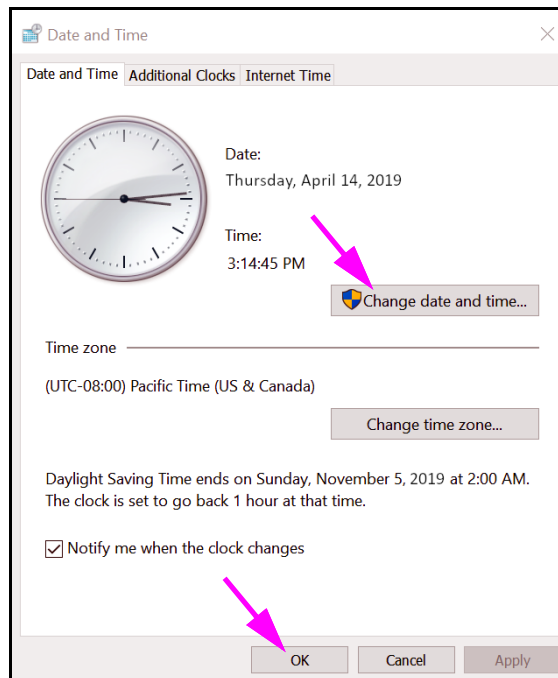

Figure 2-34. Boîte de dialogue Date and Time Properties (Propriétés de dates et d'heures)
1. Cliquez sur **Control Panel > Date and Time (Panneau de configuration > Date et heure)**. La boîte de dialogue Date and Time (Date et heure). Voir Figure 2-34.
4. Cliquez sur **OK** pour revenir à la boîte de dialogue Date and Time (Date et heure). Voir Figure 2-34.